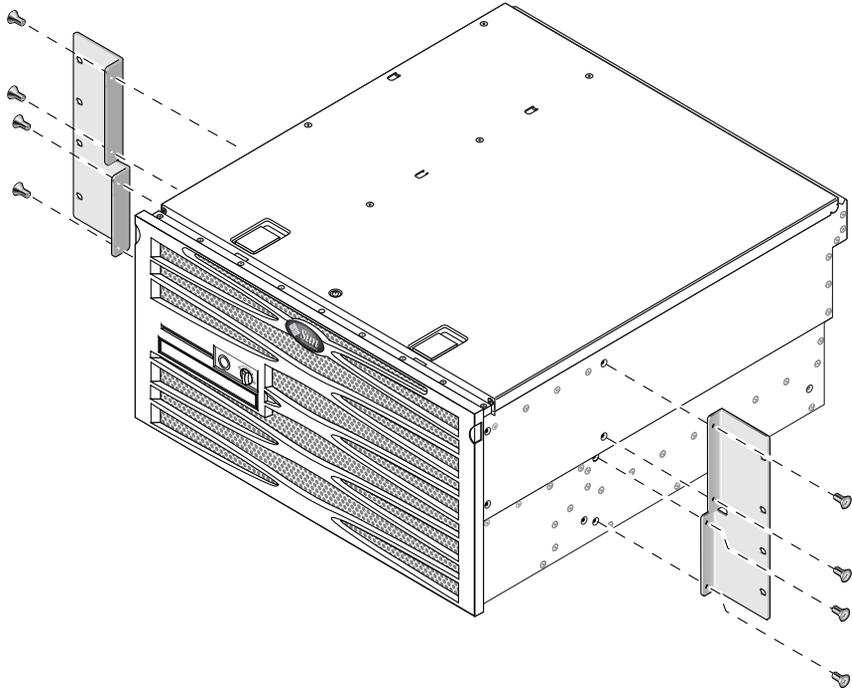

FIGURE 3-24 Fixation des supports latéraux sur le serveur
2. À l'aide de huit des vis cruciformes à tête cylindrique bombée M5 × 8 mm (quatre par support latéral), fixez les supports latéraux de part et d'autre du serveur (voir FIGURE 3-24).